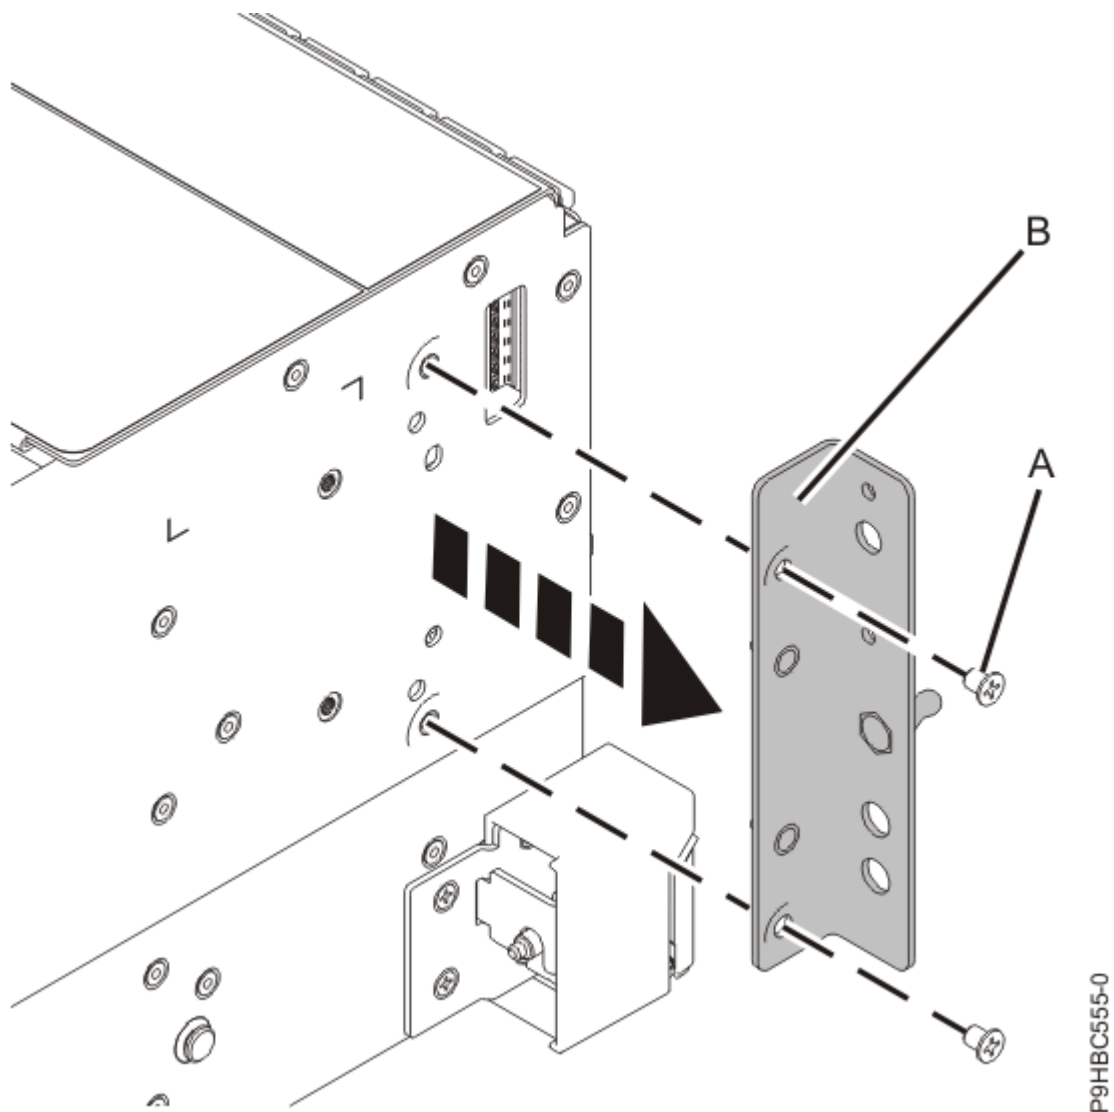

Figure 65. Retrait de la fixation du panneau de commande d'un système monté en armoire
5. Pour le système monté en armoire, retirez les vis **(A)** qui maintiennent la patte de fixation **(B)** sur le côté du système, comme illustré à la Figure 65, à la page 70 et ôtez la patte de fixation.